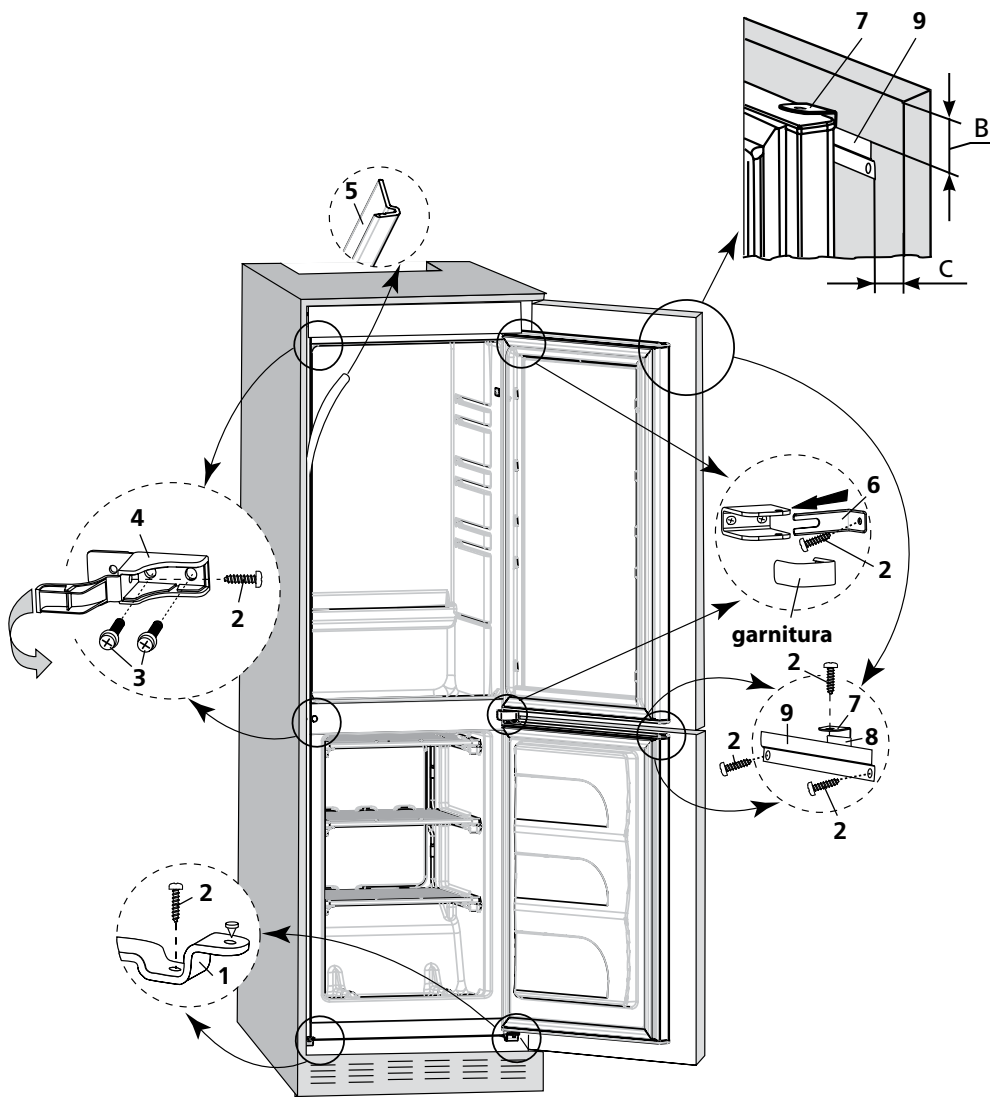
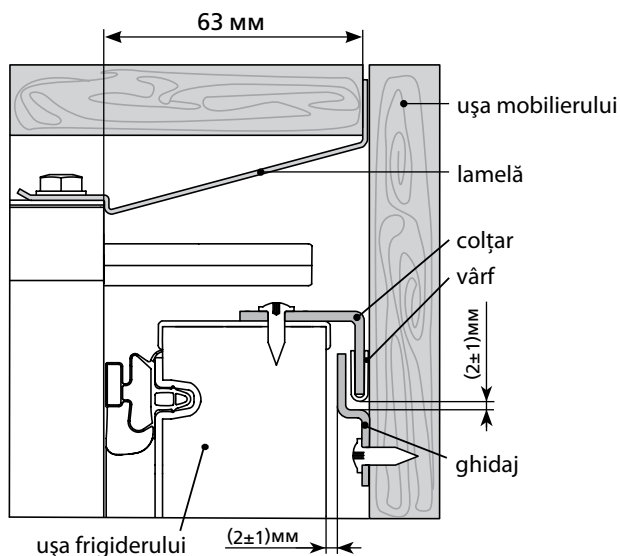

Figura 8 – Schema montării frigiderului
Figura 9 – Schema montării ușilor frigiderului și a mobilierului
3.1.4 Lipiți panoul decorativ 5 în conformitate cu figura 8, înlăturând banda de protecție a stratului lipicios, de pe suprafața laterală a frigiderului din partea de deschidere a ușii. Dacă este necesar, scurtați panoul decorativ după înălțimea mobilei.
3.2.3 Instalați consolele 4, în conformitate cu figura 8, înlăturând anterior capacele decorative din orificiile frigiderului. Fixați consolele cu două șuruburi 3.
ATENȚIE! Distanța de la dulapul frigiderului până la proiectarea lamelei, în conformitate cu figura 9, trebuie să fie respectată de-a lungul înălțimii frigiderului. Pentru a asigura închiderea strânsă a ușii frigiderului distanța dată trebuie să fie de 63 mm.
Pentru montarea frigiderului la peretele lateral al mobilierului (din partea de deschidere a ușii) trebuie să fixați cu un șurub 2 în direcție orizontală fiecare din console 4 în conformitate cu figura 8 și să acoperiți consola cu capacul.
3.2.7 Montați frigiderul la baza mobilierului: strângeți șuruburile 2 în consolele 1, în conformitate cu figura 8.
Pentru a fixa ușa frigiderului la ușa mobilierului, în conformitate cu figura 8 este necesar:
- fixați cu două șuruburi 2 ghidajul 9 pe partea de sus interioară a ușii deschise a mobilierului. Dimensiunea C în conformitate cu figura 8 trebuie să fie egală cu grosimea peretelui mobilierului, plus 20 mm. Dimensiunea B se determină de unirea colțarului 7 cu ghidajul 9 în conformitate cu desenele 8, 9. Deplasând ghidajul pe verticală (slăbind șuruburile de fixare în prealabil), trebuie de asigurat un spațiu de (2 ± 1) mm între ghidaj și vârful colțarului în conformitate cu figura 9 pentru a evita blocarea ușilor la deschidere simultană. Strângeți bine șuruburile de fixare a ghidajului.
3.3.2 Uniți ușa frigiderului și a mobilierului: slăbiți fixarea colțarului, prindeți-l în cursă cu ghidajul. Deplasând colțarul în direcția ușii mobilierului, trebuie să asigurați un spațiu de (2 ± 1) mm între ghidaj și ușa frigiderului, în conformitate cu figura 9, pentru a evita frecarea ghidajului de ușa frigiderului. Strângeți bine șurubul de fixare a colțarului.